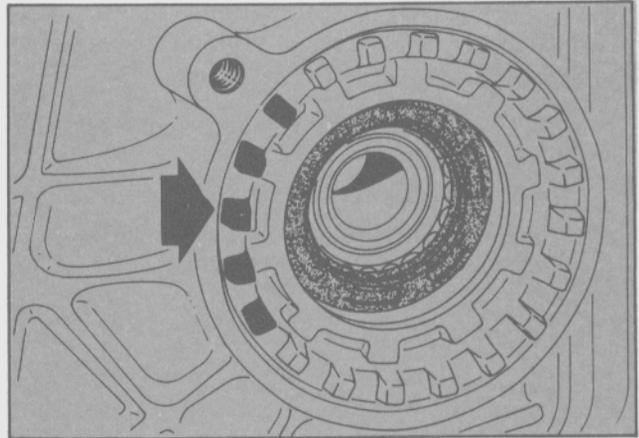

Fig. 55 - Ajuste del soporte del cojinete opuesto, (4 ó 5 dientes).
- Ajustar el soporte del cojinete opuesto aproximadamente 4 ó 5 dientes (Fig. 55).